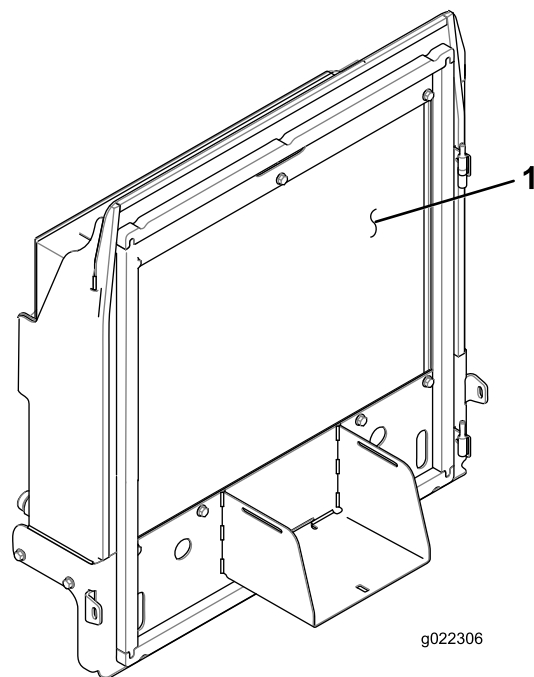

Figure 70
4. Nettoyez soigneusement les deux côtés du radiateur et du refroidisseur d'huile (Figure 70) à l'air comprimé.